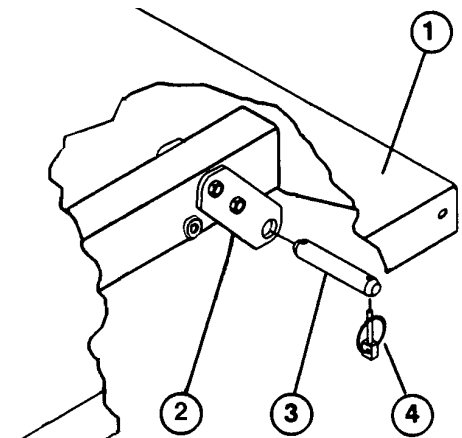

Figure 2
1. Enlever les axes de chape et les clavettes qui fixent les plaquettes d'articulation pour l'expédition (Fig 2).